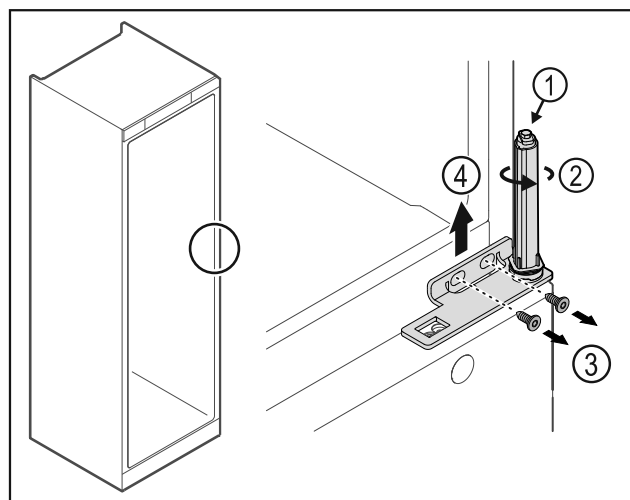

Fig. 33
- ▶ Systemu blokującego drzwi nie należy demontować Fig. 33 (1).
- ▶ System blokujący Fig. 33 (2) obrócić do momentu, aż kliknie.
► Poluzować śruby Fig. 33 (3), wyjąć zawias do góry Fig. 33 (4).